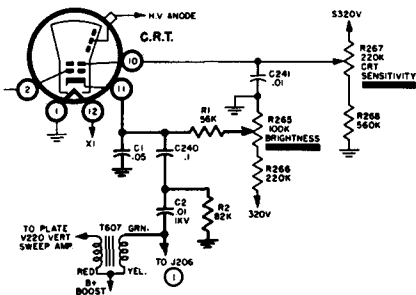

Fig. 44 — Dumont
**Adding retrace blanking (see Fig. 44).**